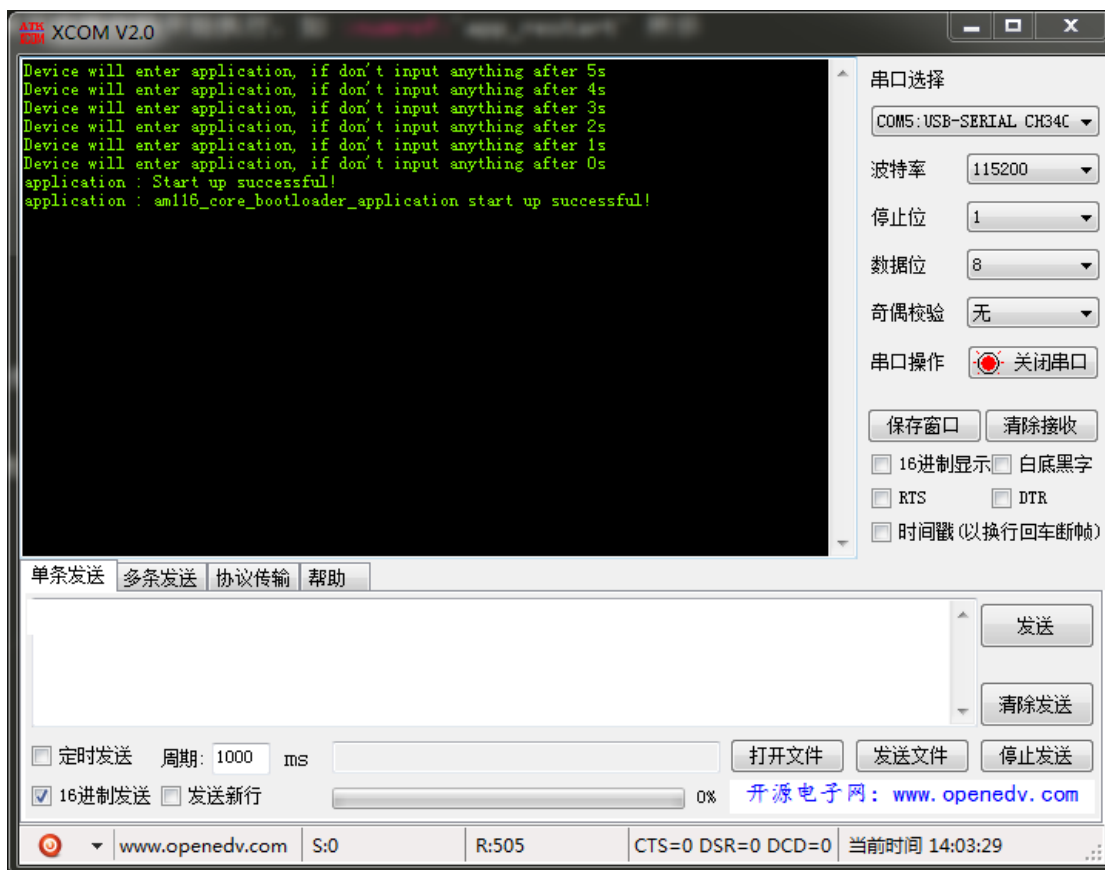

图 21: 应用程序正常执行
1、应用程序进入固件获取模式。芯片复位后跳转至应用程序开始执行，串口打印信息如图 21 所示，同时可观察开发板上 LED0 开始以 1s 的间隔闪烁。